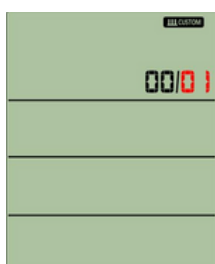

Figura 32
- La pantalla LCD mostrará por defecto el valor 01. Use los botones UP y DOWN para ajustar entre 01 y 20 repeticiones. No se puede hacer un ciclo (Figura 32).